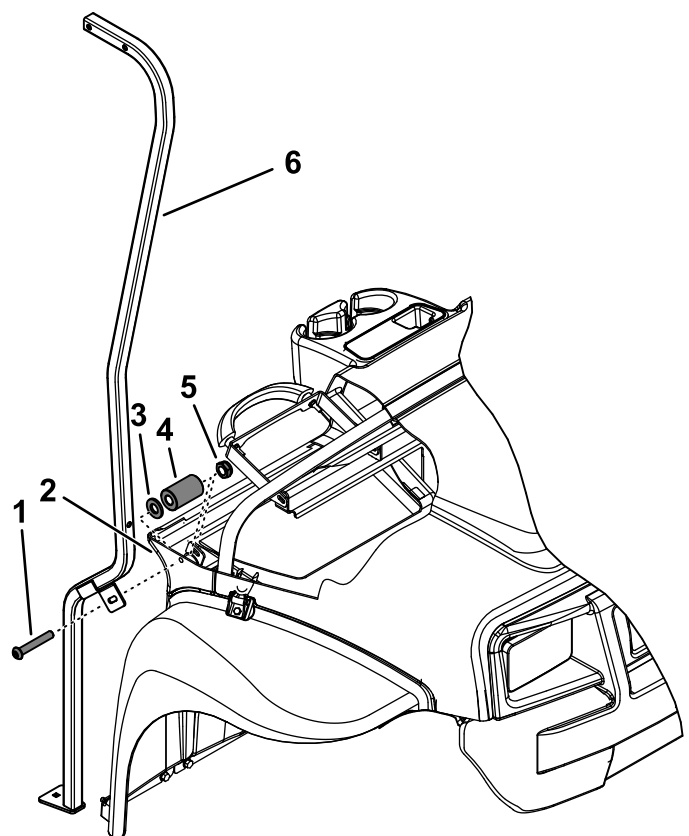

Bild 5
- A. Befestigen Sie die Distanzstücke und die Flachscheibe (11/32") zwischen dem Armaturenbrett und der Armaturenbrettstütze (Bild 5).
- B. Befestigen Sie die Sechskant-Halbrundschrube (5/16" x 2") durch die Sonnendachstütze, das Armaturenbrett und die Armaturenbrettstütze (Bild 5).
- C. Bringen Sie die Bundmutter (5/16") an, um die Armaturenbrettstütze an der Sonnendachstütze zu befestigen (Bild 5).